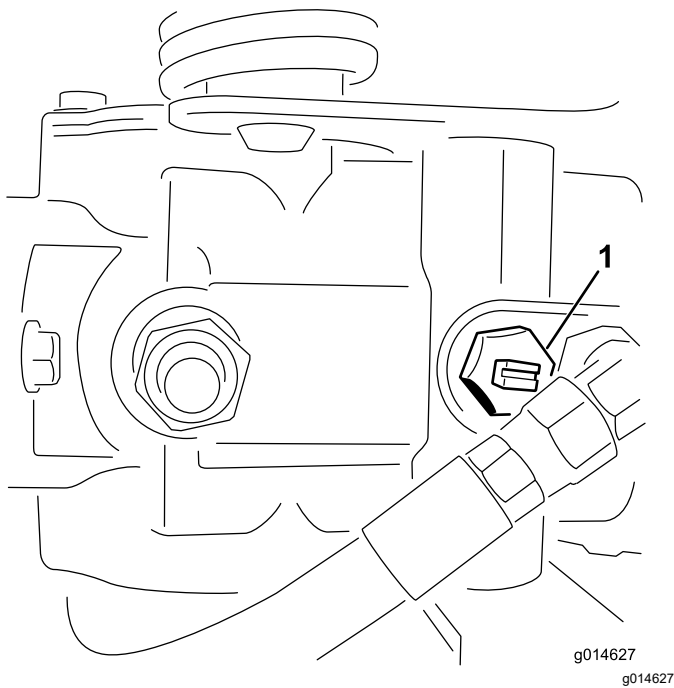

Figura 25
1. Girate la valvola bypass sulla pompa in modo che la scanalatura sia verticale (Figura 25).
2. Prima di avviare il motore chiudete la valvola bypass girandola in modo che la scanalatura sia orizzontale (Figura 25).